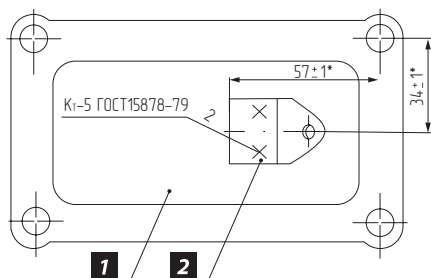

Рис. 16
5. Кронштейн оттяжной пружины (из комплекта) приварите или закрепите болтами к крышке люка установки механизма (Рис. 16).